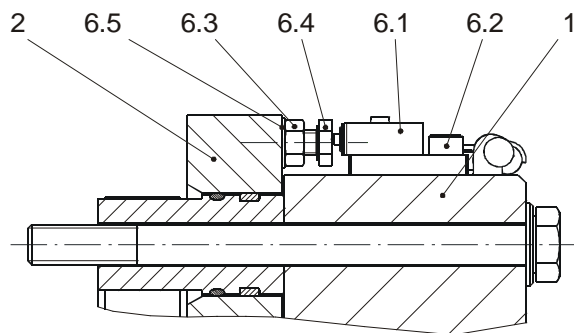

Fig. 9
## Control de entrehierro (6) Fig. 9 (opción en función de tipo)